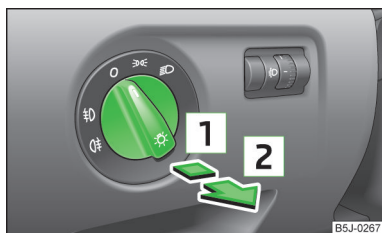

Abb. 24
- Zunächst den Lichtschalter » Abb. 24 in Stellung oder drehen.
- Zunächst den Lichtschalter » Abb. 24 auf Seite 46 in Stellung oder drehen.